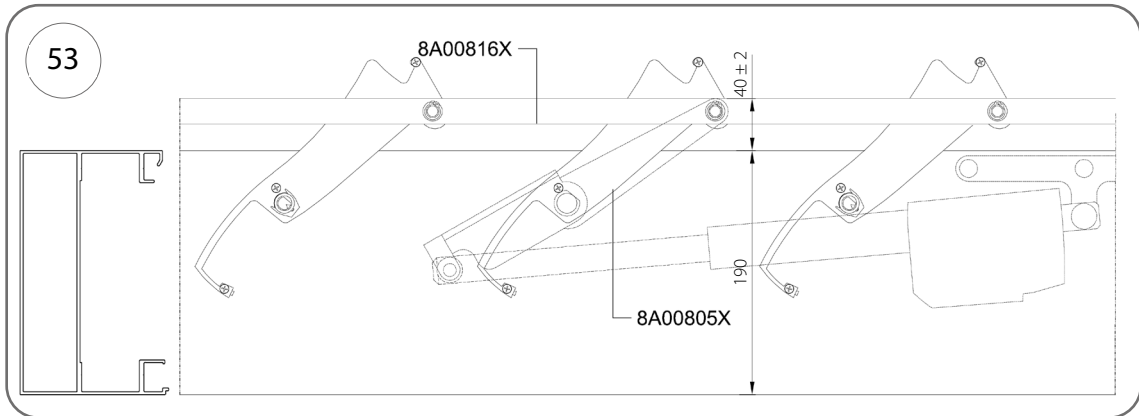

Fig. 53
2. Régler la position de fin de course fermée comme indiqué sur la fig. 53.